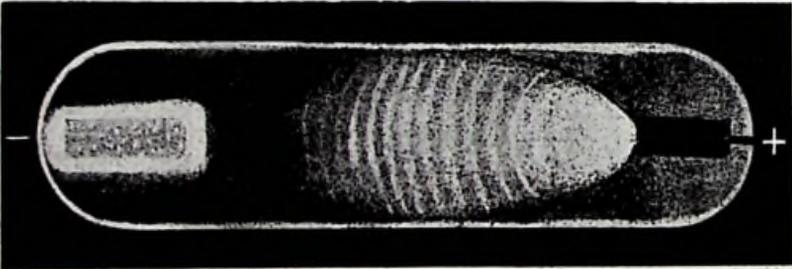

Fig. 35. — Aspect du tube témoin pour une pression de 1 mm. de mercure.
b) La flamme rose s'éclaircit et emplit le diamètre de l'ampoule; des mouvements s'y produisent et des stratifications y apparaissent. La lumière négative couvre toute la cathode; on y voit de petites explosions rouges. Un grand espace obscur sépare les deux lueurs (espace de Faraday). La pression intérieure est de l'ordre de 1 mm. de mercure (fig. 35).